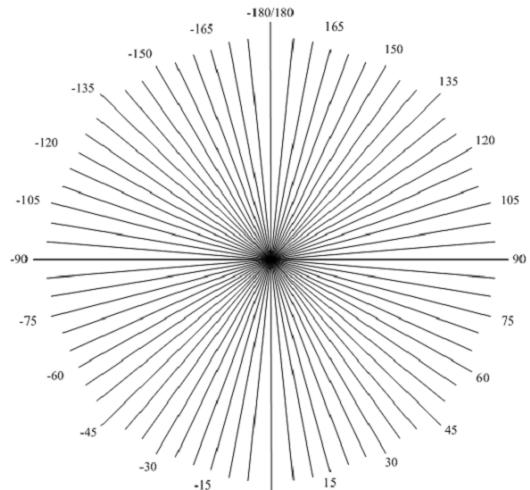

图 4
(1) 倒立摆机械部分需根据图示自行加工，尺寸自拟。允许使用传感器检测摆杆的状态，但不得影响摆杆及旋转杆的转动灵活性，图中支架平台的形状仅作参考，电机自行选型。
(2) 摆杆 D 及旋转杆 B 要能够在垂直平面灵活旋转，检验方法如下：将摆杆或旋转杆拉起至水平位置后松开，摆杆或旋转杆至少能够自由摆动 3 个来回。
(3) 除电机之外，装置中不得有其他动力部件。
(4) 摆杆自然下垂状态是指摆角为 0° 位置，见图 4。
(5) 摆杆倒立状态是指摆杆 D 在 -165° 至 165° 范围内。
(6) 基本要求(1)、(2)中，超过 120s 未完成任务视为失败；发挥部分(1)超过 180s 未完成任务视为失败。
(7) 以上各项完成时间越短，分值越高。